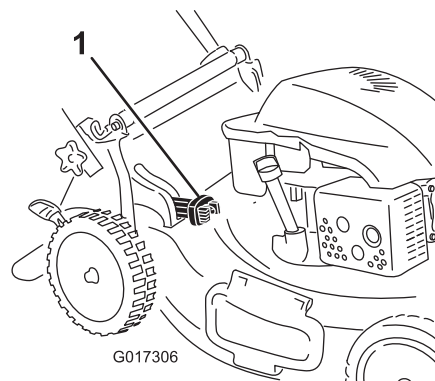

Figure 16
- Pour ramasser les déchets d'herbe et de feuilles, appuyez sur le bouton du levier de ramassage sur demande et déplacez le levier complètement en avant jusqu'à ce que le bouton ressorte (Figure 16)